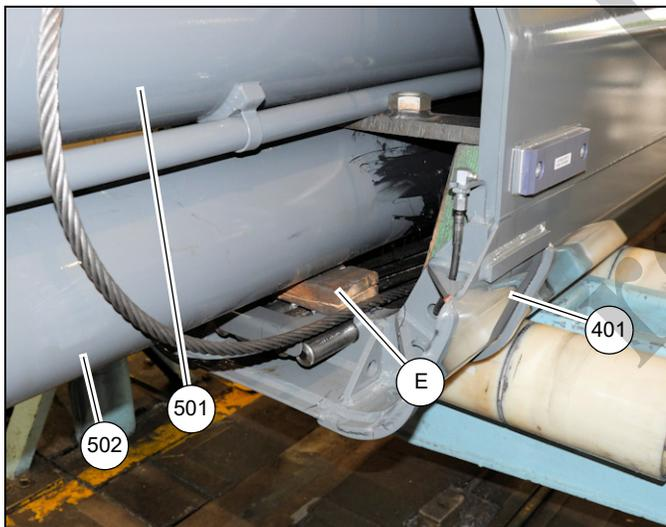

FIGURA 4-24
33. Puxe simultaneamente os cilindros nº 1 (502) e nº 2 (501) alguns pés para fora do telescópio 2 (301) e do telescópio 3 (401).
34. Posicione um bloco de madeira (E) na parte superior dos cinco cabos de extensão (6) na parte traseira do telescópio 3 (401) e posicione o cilindro telescópico nº 1 (502) no bloco de madeira (consulte a Figura 4-24).